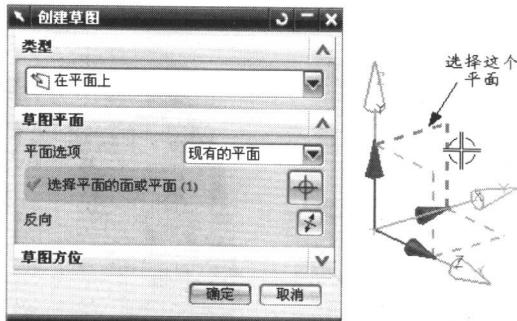
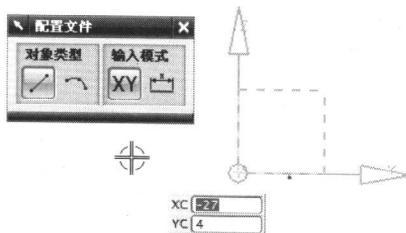

图 1-3
图 1-4
(2) 调用【草图】功能, 选择如图 1-3 所示的平面作为草图平面。单击【确定】按钮, 进入草图设计界面, 如图 1-4 所示。